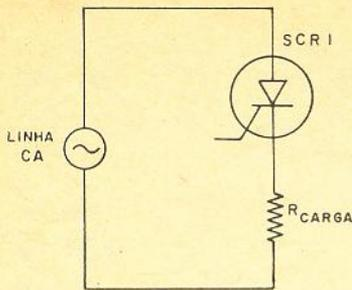

Figura 111
Na figura 111 temos ilustrada a comutação de desligamento de um SCR pela classe F, que se faz por meio de uma linha de corrente alternada (CA). Quando a alimentação do anodo de um SCR é feita com corrente alternada, a corrente de anodo fluirá apenas durante as metades de ciclo no qual o anodo do SCR1 for positivo. Durante as metades negativas da tensão de CA de alimentação, o SCR1 se desligará devido à inexistência de corrente de anodo. Portanto, ao se retirar a excitação de comporta do SCR1 este continuará ligado até o fim da metade positiva da tensão de alimentação de CA, desligando o SCR durante a metade negativa da tensão de alimentação de CA. No ciclo seguinte quando a polaridade de anodo do SCR for novamente positiva, SCR1 continuará desligado devido à ausência de tensão de excitação em sua comporta.